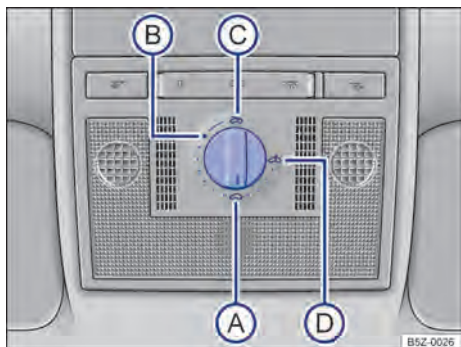

Fig. 34 No revestimento do teto: interruptor rotativo do teto solar.
Girar o interruptor rotativo Fig. 34 para a posição desejada para regular as seguintes posições do teto solar:
- Girar o interruptor rotativo para a posição ⇒ Fig. 34 (A) e puxar para baixo na área posterior, até que o teto solar esteja completamente fechado.